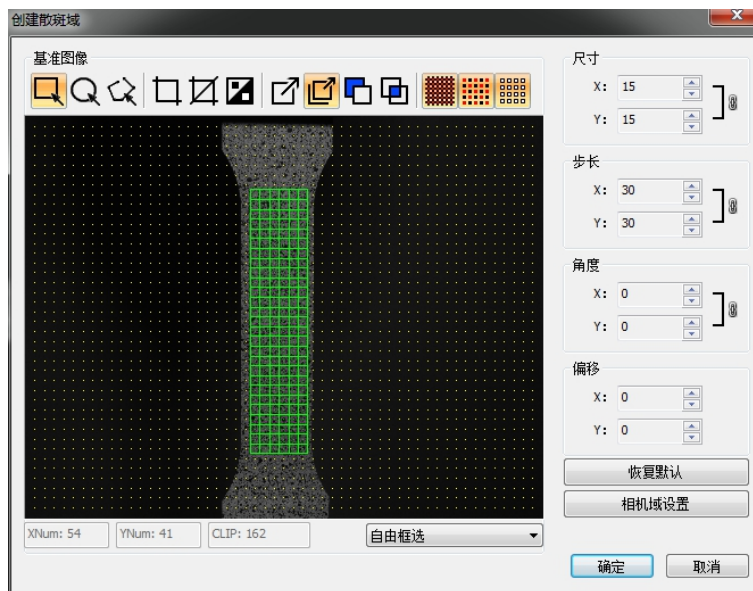

图 9-9 计算区域选择对话框
- 自由框选：单击确定之后会弹出创建散斑域对话框，设置好确定的参数或者面片区域类型，按下鼠标左键，在视图区中合适的位置移动鼠标，即会选中相应区域作为面片区域；单击“确定”完成面片的创建。如图 9-9 所示。